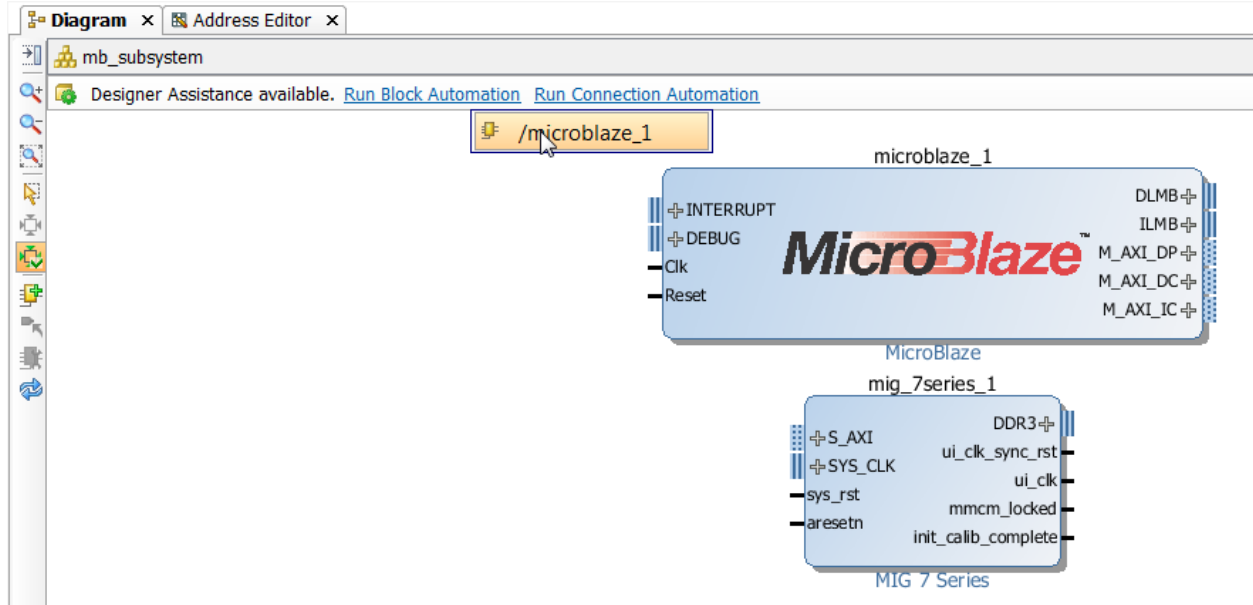

Figure 101: Run Block Automation
13. Click **Run Block Automation** (Figure 101).